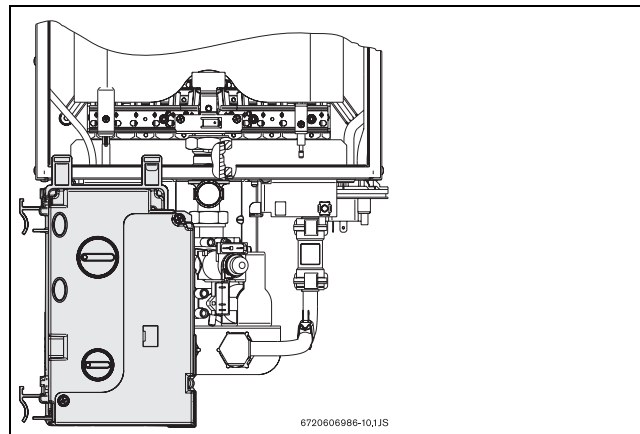

Fig. 18 Tableau électrique - position de réglage de gaz
- Une fois le tableau électrique retiré, positionnez-le conformément à la Fig. 18.